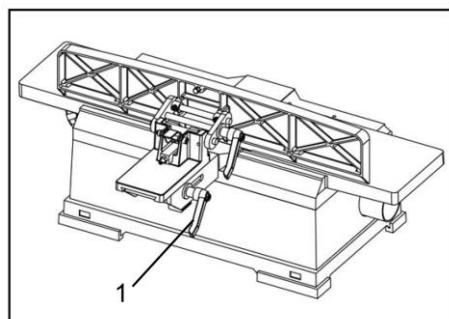

Рисунок 20
- Ослабьте рукоятку перемещения упора (1, рисунок 20).